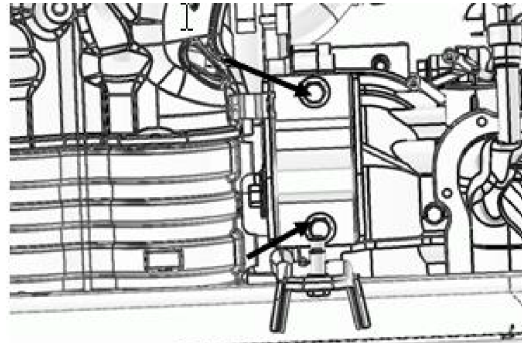

图 3
2.1.3 拆下前悬置支架总成与变速箱相连接的 2 个螺栓(如下图 3 所示)，即可取下支架总成。
2.2.1 将更换后的发动机前悬置安装支架总成按上图 3 所示带紧 2 个螺栓，并打力矩。
2.5.5 将发动机前悬置安装支架与变速箱相连的 2 个螺栓打力矩为 85 N.m（如图 3 所示）。